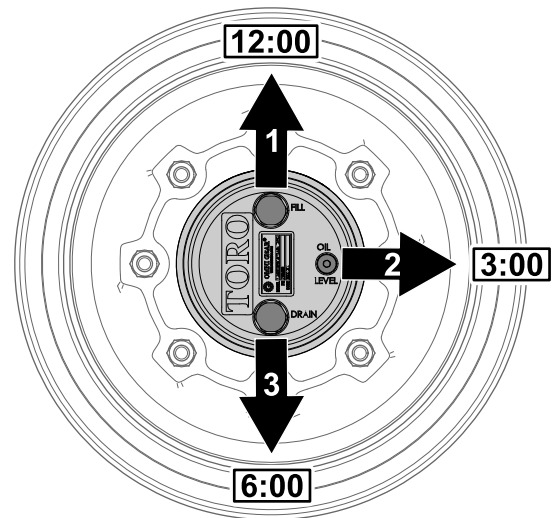

Figura 63
1. Parcheggiate la macchina su una superficie pianeggiante, posizionate la ruota in modo che il tappo di riempimento si trovi nella posizione a ore 12, il tappo di controllo nella posizione a ore 3 e il tappo di spurgo nella posizione a ore 6 (Figura 63).
2. Rimuovete il tappo di controllo nella posizione a ore 3 (Figura 63).
1. Parcheggiate la macchina su una superficie pianeeggiante, posizionate la ruota in modo che il tappo di riempimento si trovi nella posizione a ore 12, il tappo di controllo nella posizione a ore 3 e il tappo di spurgo nella posizione a ore 6; fate riferimento alla Figura 63 in Controllo del lubrificante della trasmissione degli ingranaggi a ruotismo planetario (pagina 52).